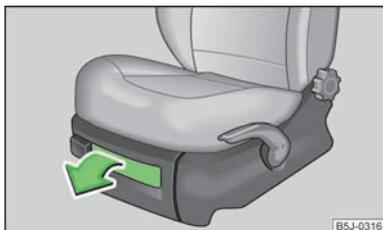

Fig. 64
- Per aprire lo sportello tirare la maniglia » fig. 64.